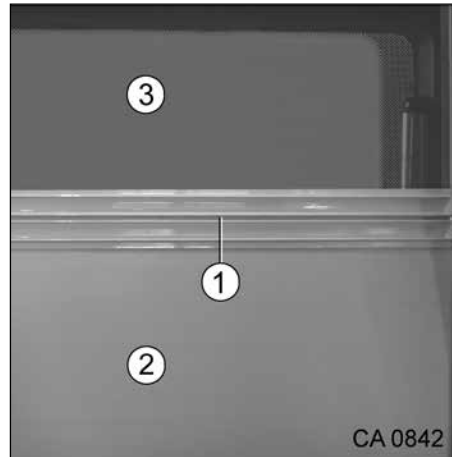

Fig. 43 Store occultant et store moustiquaire
- Tirer le store occultant (Fig. 43, Pos. 2) vers le haut. Toute position intermédiaire est possible.
1. A l'aide de la barre de manœuvre (Fig. 43, Pos. 1), tirer le store occultant (Fig. 43, Pos. 2) vers le bas.
2. Ramener le store occultant (Fig. 43, Pos. 2).
- Tirer le store moustiquaire (Fig. 43, Pos. 3) vers le bas. Toute position intermédiaire est possible.
- A l'aide de la barre de manœuvre (Fig. 43, Pos. 1), tirer le store moustiquaire (Fig. 43, Pos. 3) vers le haut. Toute position intermédiaire est possible.